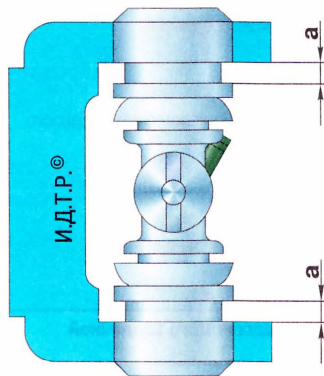

Рис. 6.12. Схема запрессовки подшипников карданного шарнира
12. Запрессуйте окончательно первый подшипник так, чтобы канавки для стопорных колец разместились на равном расстоянии *a* (рис. 6.12) относительно внутренних торцов вилок.